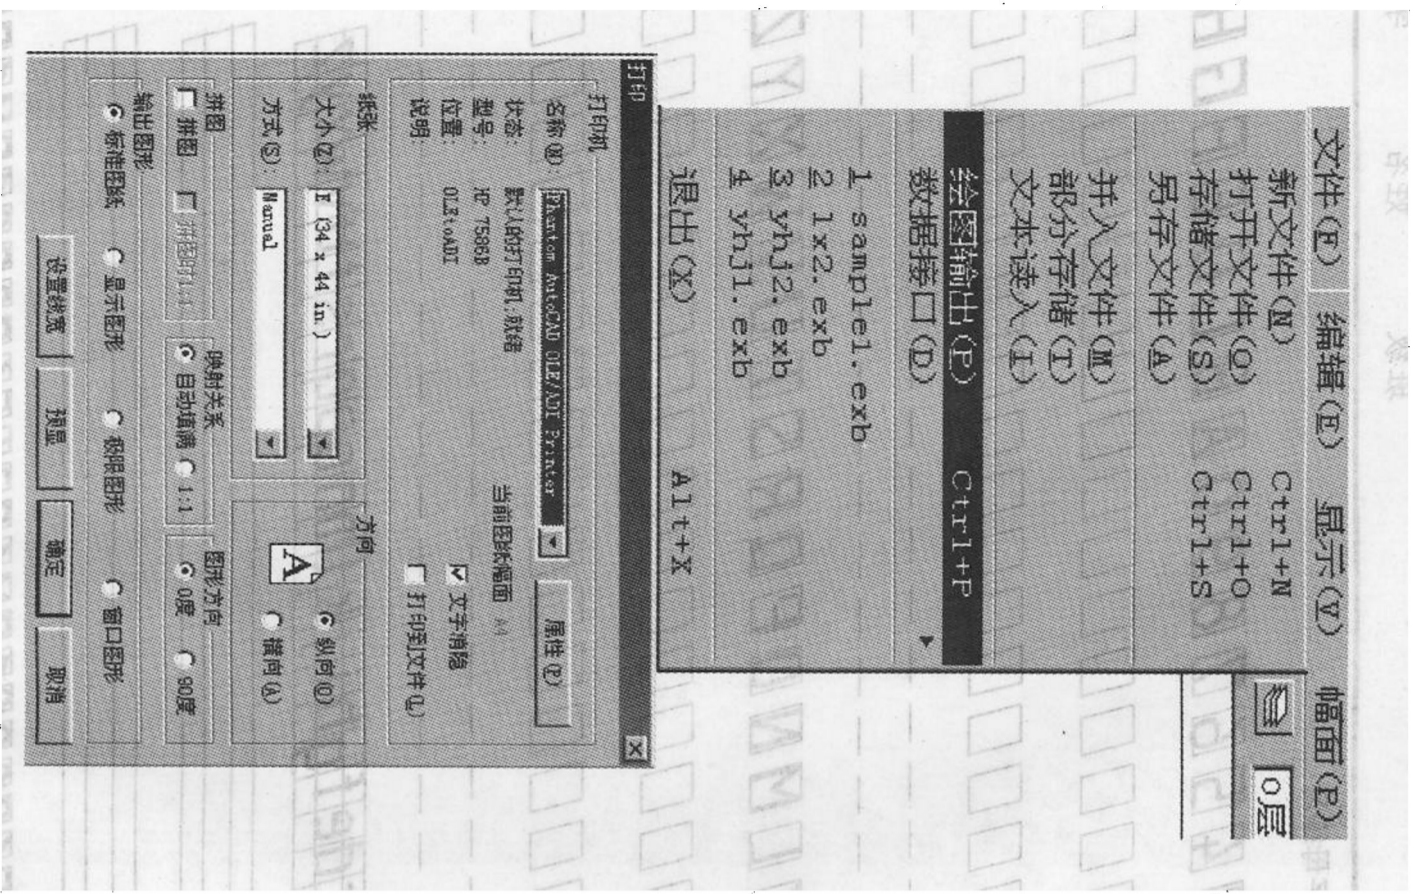

图 1-12a 绘图输出主对话框
- (1) 首先,确保打印机或绘图机正确地连在计算机上,并且电源是打开的。
- (2) 选取下拉菜单“文件”中的“绘图输出”菜单项,系统弹出绘图输出主对话框,如图1-12a所示。